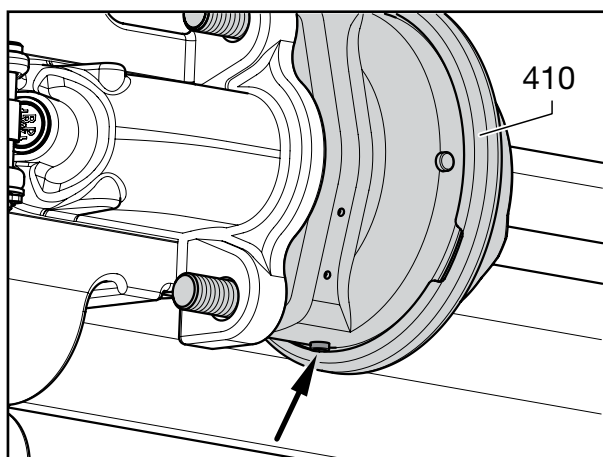

Fig. 5
- [6] Avlägsna pluggen (fig. 5/pil) för avluftning från den nedåtvända borrarngen på den nya bromscyndern (410).
- [8] Sätt bromscyndern (410) på plats och montera med **nya** fästmuttrar.